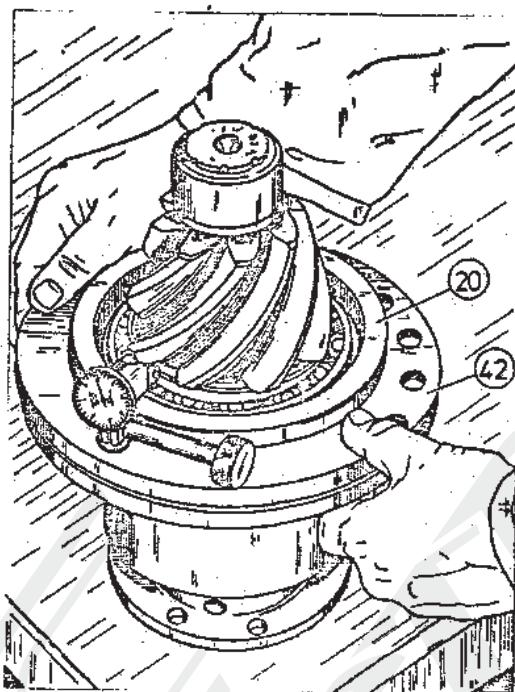

Рис. 4-15. Измерение действительного размера от торцевой плоскости подшипника 20 до опорной плоскости корпуса узла приводного колеса 42.
L_2 - действительный размер от торцевой плоскости подшипника 20 до опорной плоскости корпуса 42 измеренный с точностью до 0,01 после комплексной сборки и регулировки узла приводного валика. Размер выбитый на корпусе 42 /рис. 4-15/.
9. Померить размер L_2 между торцем фланца корпуса и внутренним кольцом подшипника 20 с помощью датчика с точностью до 0,01мм и отметить на поверхности "W" /рис. 4-15/.